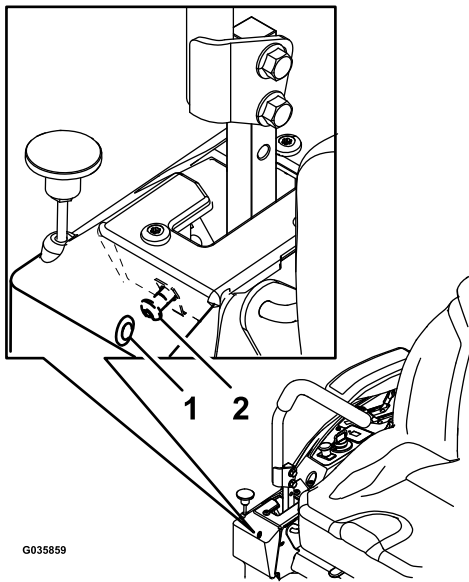

Figura 88
6. Si la máquina se desvía hacia la derecha, inserte una llave hexagonal de 3/16" a través del taladro de acceso en el panel de la cubierta delantera derecha, y gire el tornillo de dirección en el sentido de las agujas del reloj o en sentido contrario a las agujas del reloj para ajustar el desplazamiento de la palanca (Figura 88).
7. Si la máquina se desvía hacia la izquierda, inserte una llave hexagonal de 3/16" a través del taladro de acceso en el panel de la cubierta delantera derecha, y gire el tornillo de dirección en el sentido de las agujas del reloj o en sentido contrario a las agujas del reloj para ajustar el desplazamiento de la palanca (Figura 88).